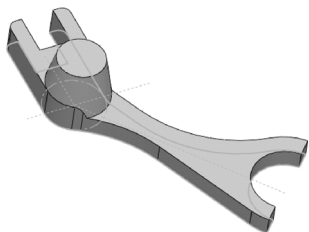

图 3-69 执行拉伸切除操作
STEP 2 单击“特征”工具栏中的“拉伸切除”按钮,选择**STEP 1**绘制的第一个草图,执行“反侧切除”操作,效果如图3-69所示。